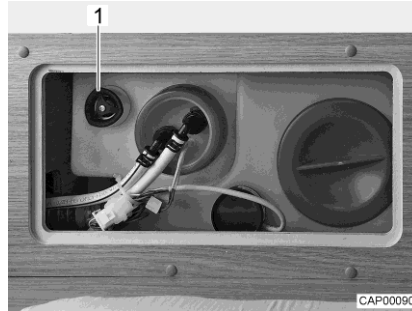

Fig. 96 Serbatoio dell'acqua con maniglia girevole
- Sul serbatoio dell'acqua, ruotare la maniglia girevole (Fig. 96,1) in senso orario fino all'arresto.
- Sul serbatoio dell'acqua, ruotare la maniglia girevole (Fig. 96,1) in senso antiorario fino all'arresto. L'acqua fuoriesce fino a ca. 20 litri.